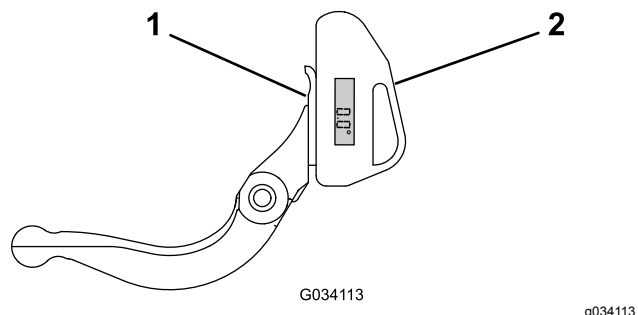

Figure 27
1. Placez l'indicateur d'angle sur la face inférieure de la contre-lame, comme montré à la Figure 27.